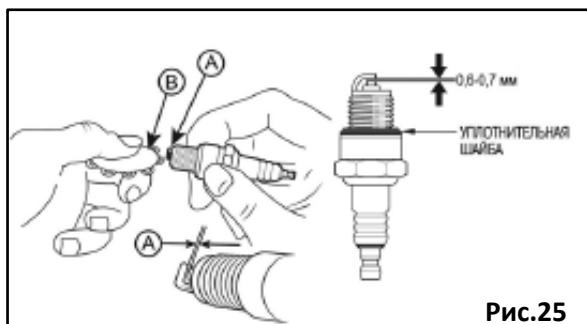

Рис.25
- Измерьте зазор между электродами свечи зажигания специальным щупом. Зазор должен быть **0,6-0,7 мм** (Рис. 25). При увеличении или уменьшении требуемого зазора рекомендуется заменить свечу, так как регулировка зазора может привести к изменению качества искрообразования.